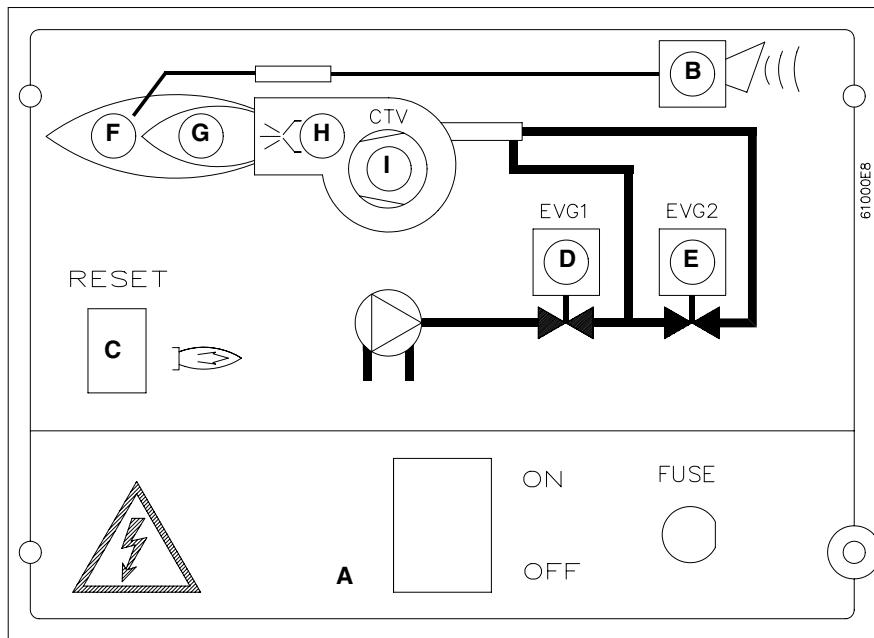

Рис. 17
- 3 запустить горелку с помощью главного выключателя на контрольной панели (поворнуть в положение **ON** - Рис. 17) и ряда терmostатов/реле давления;
• Проверить, что электронный блок не заблокирован (индикатор В горит), при необходимости, разблокировать его, нажатием на кнопку сброса блокировки (в верхней части электрощита, см. Рис. 17 или на кнопку С на лицевой панели электрощита).